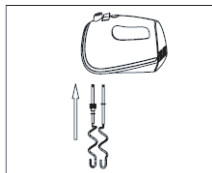

fig.1
- Inserte y asegure firmemente las varillas en la posición correcta (Fig. 1)